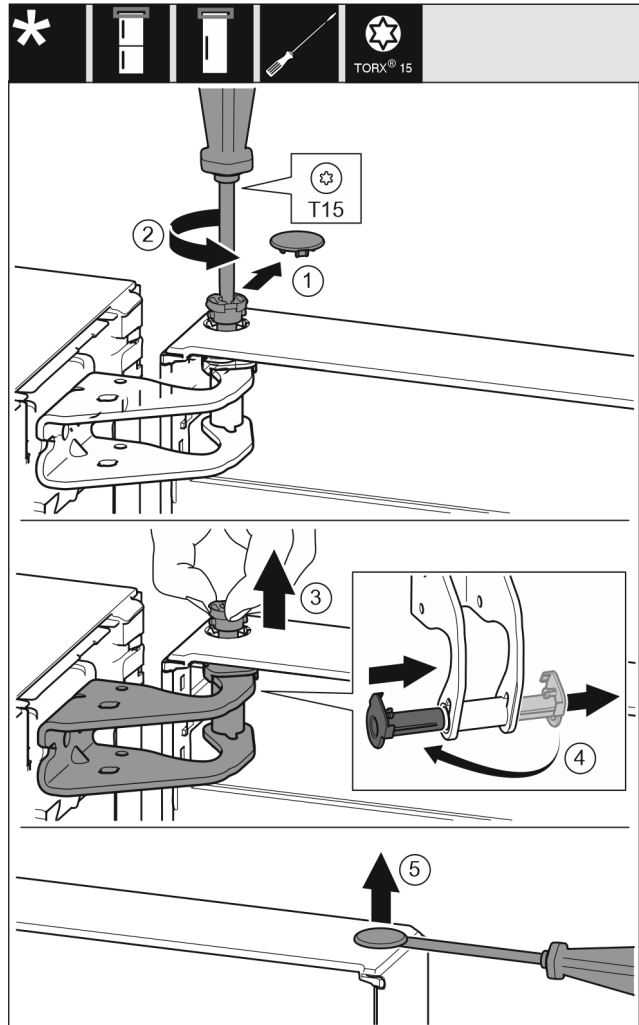

Fig. 7
- ▶ Opatrne vytiahnite poistný kryt. Fig. 7 (1)
- ▶ Skrutkovačom T15 trochu vyskrutkujte čap. Fig. 7 (2)
- ▶ Pevne držte dvere a čap vyťahujte prstami. Fig. 7 (3)
- ▶ Puzdro ložiska vyťahujte z vedenia. Nasadte z druhej strany a zaklapnite. Fig. 7 (4)
- ▶ Plochým skrutkovačom opatrne nadvihnite a vyberte zátku z puzdra ložiska dverí. Fig. 7 (5)